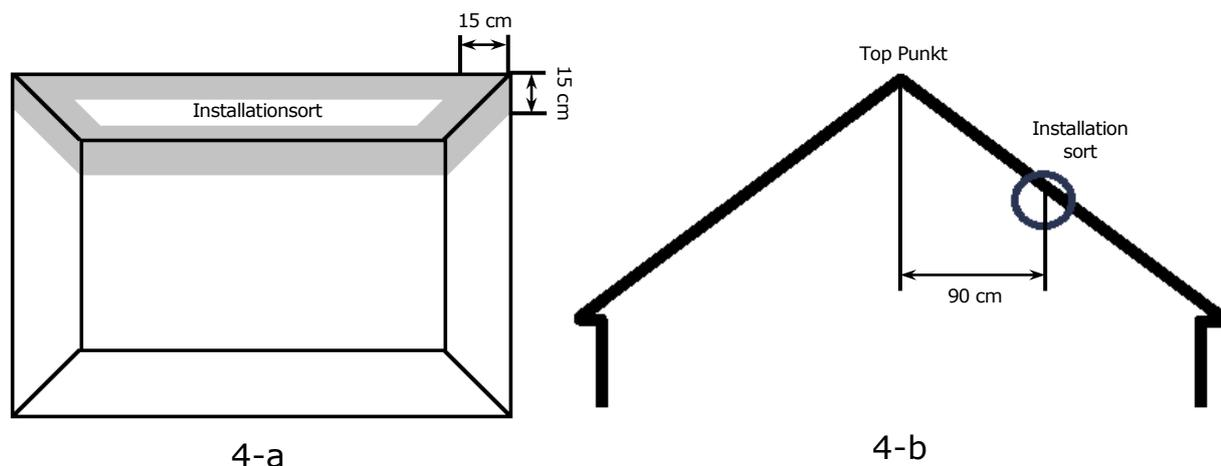

Bild 4 – Installation eines Rauchmelders an einer flachen/geneigten Decke
4. Beachten Sie die Empfehlungen für den Installationsort an der Decke (siehe Abb. 4).
HINWEIS. Wenn Sie den Rauchmelder an der Decke installieren, sollten Sie ihn in einem Abstand von mindestens 30 cm zu Lampen und Dekorationsgegenständen sowie in einem Abstand von mindestens 15 cm zu Wänden und Ecken aufstellen (siehe Abb. 4).